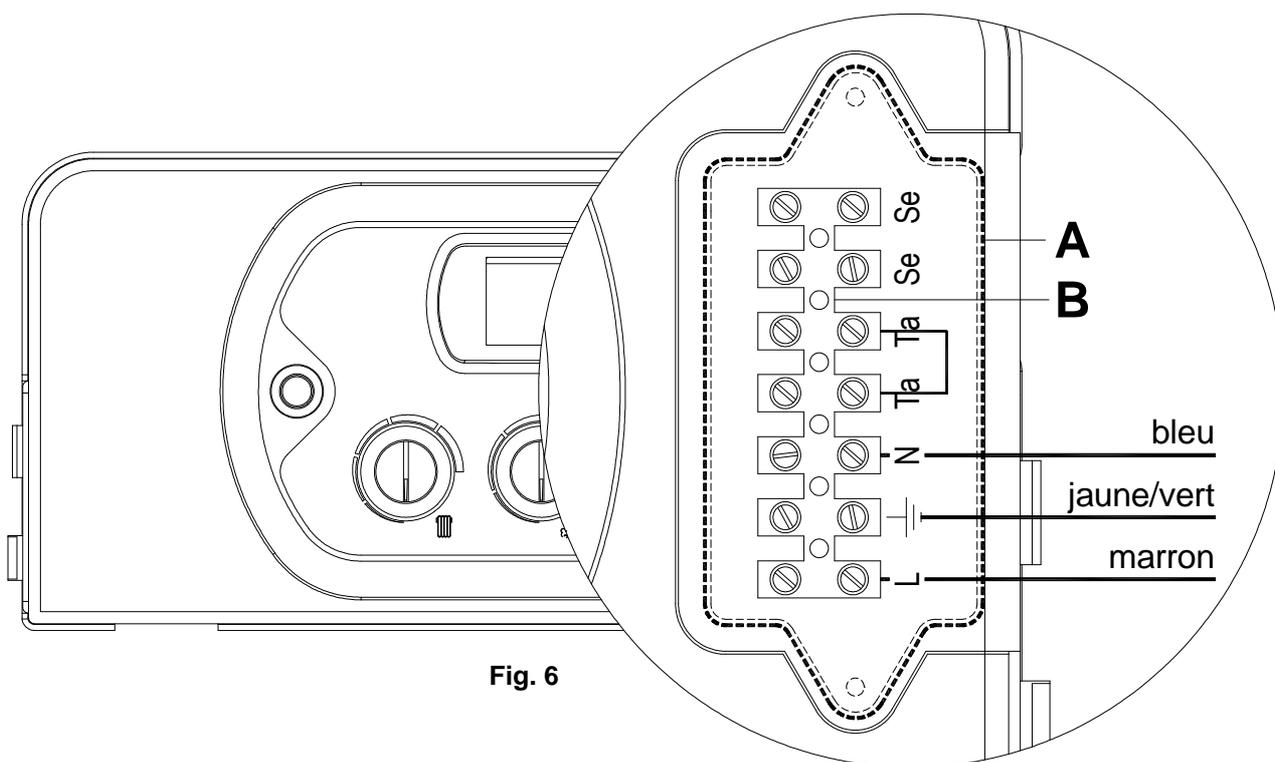

Fig. 6
- c. Dévisser les vis et retirer le couvercle A (voir fig. 6)